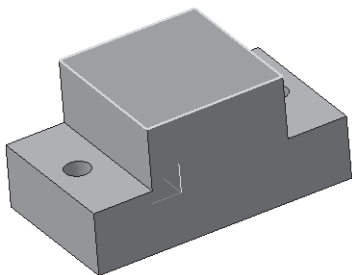

Рис. 198
- щелчком ЛКМ выделите верхнюю грань приклеенного параллелепипеда (вы укажете плоскость для дальнейшего построения – зеленая) – рис. 198;